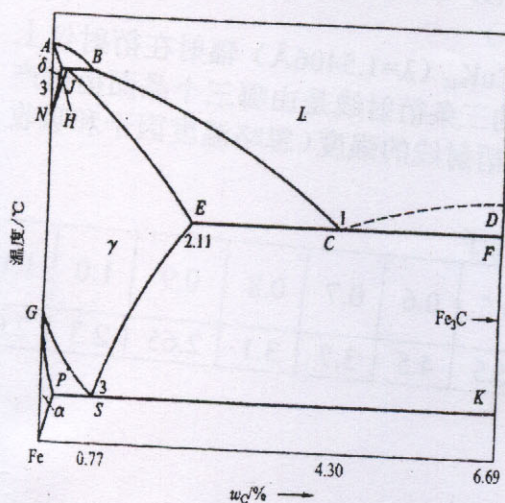

图 1
- 1、根据如图 1 所示铁碳亚稳平衡相图, 回答下列问题:(每小题 10 分, 共计 70 分)